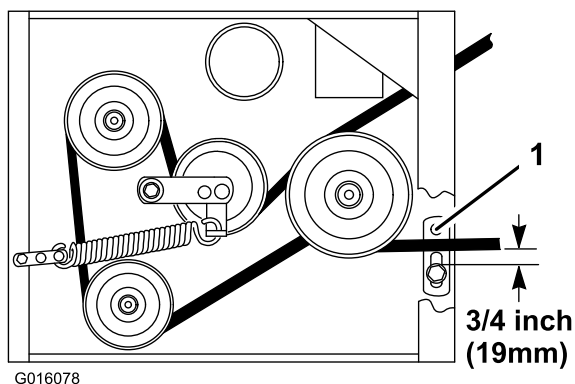

Figura 48
8. Verificate la regolazione corretta del guidacinghia sotto il telaio del motore (Figura 48).
Nota: Con la cinghia del tosaerba inserita, assicuratevi che la distanza tra il guidacinghia e la cinghia del tosaerba sia pari a 19 mm (Figura 48). Regolate il guidacinghia del tosaerba come opportuno. Se le guide sono regolate correttamente, la cinghia, quando è disinnestata, non dovrebbe opporre troppa resistenza né staccarsi dalle pulegge.